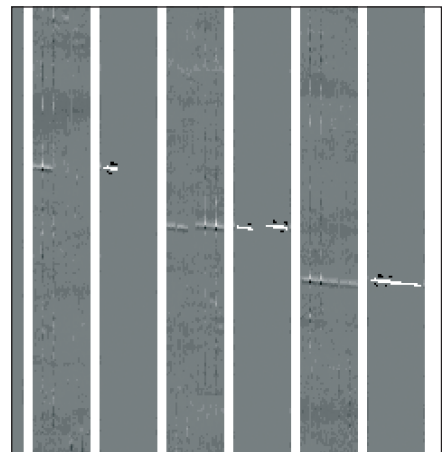

Рис. 6. Пример визуализации магнитного поля
- визуализацию полученных результатов измерений в виде кадров изображений магнитного поля трубы, автоматическое архивирование файлов этих изображений и обеспечение возможности их просмотра в виде последовательности рядом расположенных кадров с фильтрацией и без неё (рис. 6);